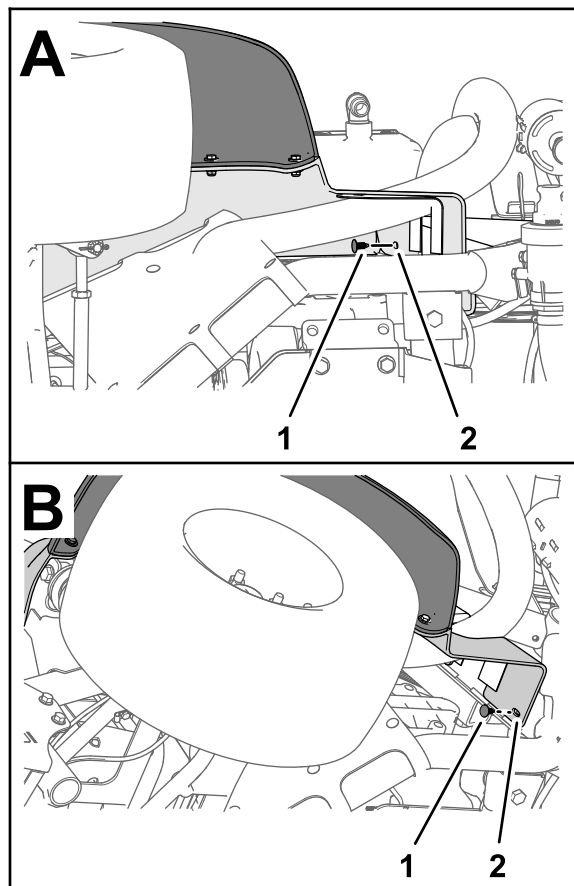

Figura 10
1. Remova os dois fixadores de pressão que prendem o guarda-lamas frontal esquerdo ao canal inferior do ROPS (Figura 10).